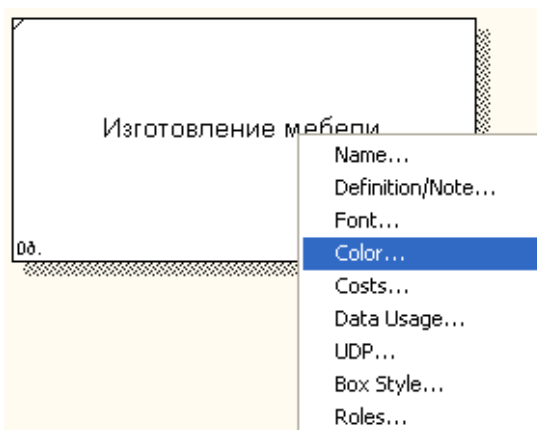

Рис. 1.20. Контекстно-зависимое меню
1. Для изменения цвета текста выполните команду контекстно-зависимого меню **Color** (рис. 1.20.):